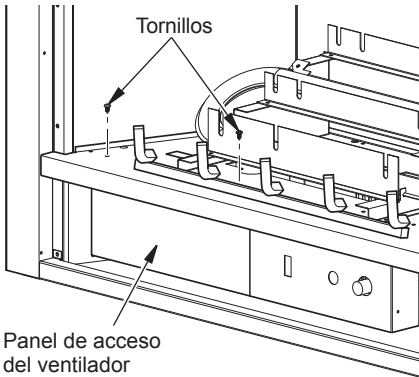

Figura 6 - Extracción del panel de acceso del ventilador
1. **CRHFD32RT-M-MO y FBD32 Series Sólo** Retire 2 tornillos de fijación del panel como se muestra en la Figura 6. Retire el panel de acceso al compartimento del ventilador.